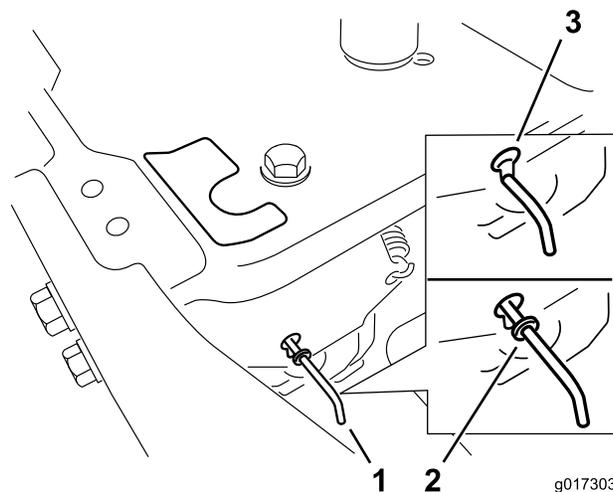

Figure 21
4. Déplacez les leviers de dérivation en avant à travers le trou de clavette et vers le bas pour les verrouiller en position (Figure 21).
Déplacez les leviers de dérivation en arrière à travers le trou de clavette et vers le bas pour les verrouiller en position, comme montré à la Figure 21.